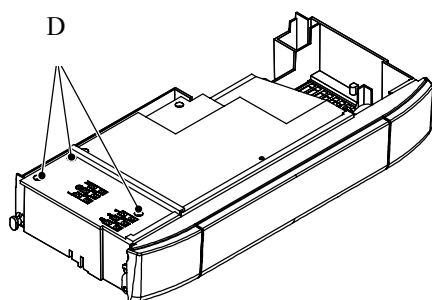

Fig. 6.6
- 4 Loosen the screws D and remove the service panel (Fig. 6.6).
- 4 Ослабьте болты D и снимите сервисную панель (рис. 6.6)